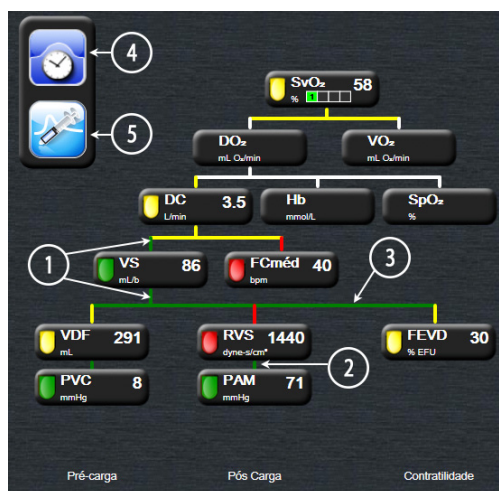

Figura 5-13 Tela Relação fisiológica
- 4 A barra à esquerda aparece depois que o ajuste do bolus é realizado. Toque no ícone de relógio/ forma de onda para exibir os dados históricos (veja figura 5-13).